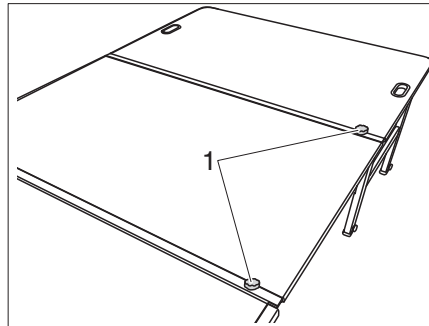

Figura 34 Ajustar el seguro
- Atornillar tornillos de estrella (Figura 34,1) en ambas conexiones de raíl para una mejor fijación.